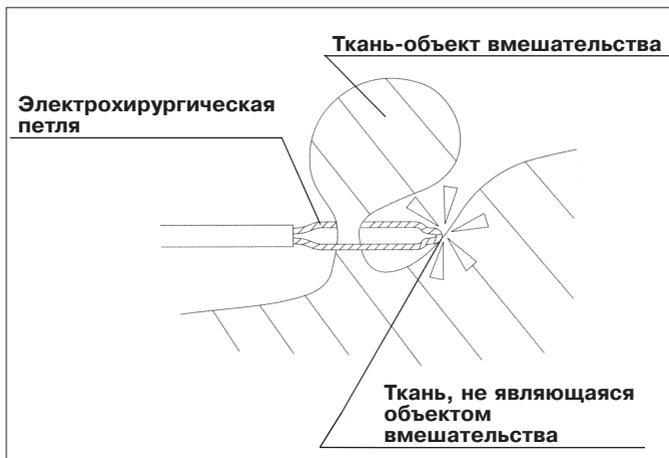

Рис. 4.6
- Во избежание обугливания здоровых тканей, не допускайте активации выходной мощности, если электрохирургическая петля находится в контакте с здоровыми тканями (см. рис. 4.6).